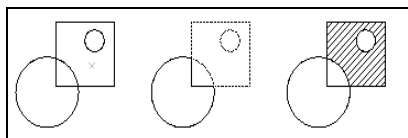

图 9-11 利用 Pick points 选项进行填充
(11) **Pick Points**。以点取点的形式自动确定填充区域的边界。单击该按钮时，AutoCAD 会自动切换到作图屏幕，同时提示：**Select internal point:**。用户在希望填充的区域内任意点取一点（如图 9-11 的左图所示），AutoCAD 会自动确定包围该点的填充边界，且以高亮度显示（如图 9-11 的中图所示），图 9-11 的右图是执行填充命令的结果。